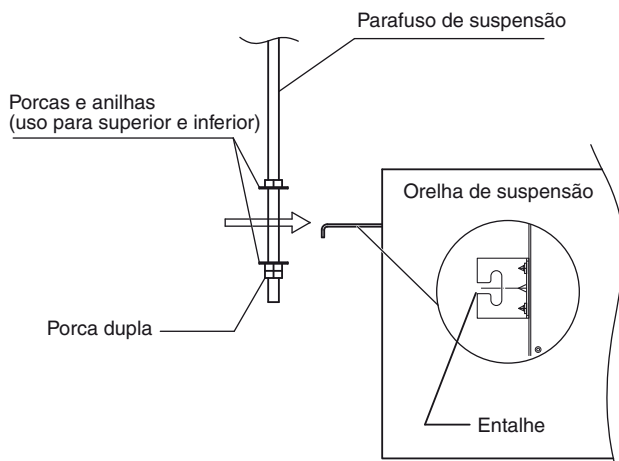

Fig.3-5
- (3) Enrosque as 3 porcas hexagonais e 2 anilhas (fornecimento de campo) em cada um dos 4 parafusos de suspensão (Figs. 3-5 e 3-6). Utilize 1 porca e 1 anilha para o lado superior, e 2 porcas e 1 anilha para o lado inferior, de modo que a unidade não caia das orelhas de suspensão.